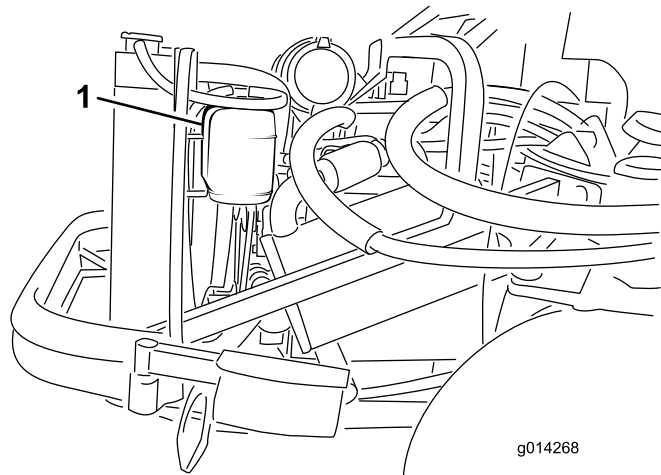

Bild 53
1. Prüfen Sie den Kühlmittelstand im Ausdehnungsgefäß (Bild 53). Er muss sich